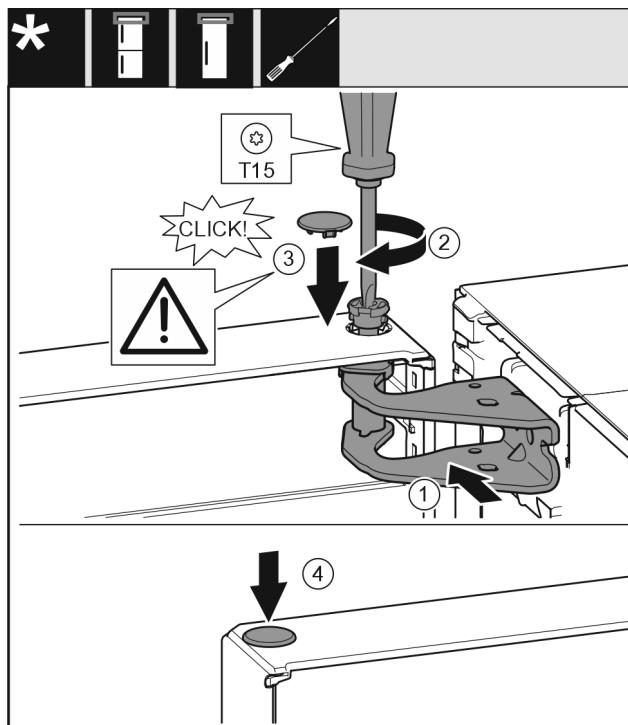

Fig. 22
- Вирівняйте дверцята зверху по отвору в опорному кронштейні. Fig. 22 (1)
- Вставте палець та закрутіть за допомогою викрутки T15. Fig. 22 (2)
- ▶ Встановіть захисну кришку для захисту дверцят: вставте захисну кришку і проконтролуйте, щоб вона прилягала до дверцят. Якщо це не так, повністю вставте палець. Fig. 22 (3)
- ▶ Вставте пробку. Fig. 22 (4)